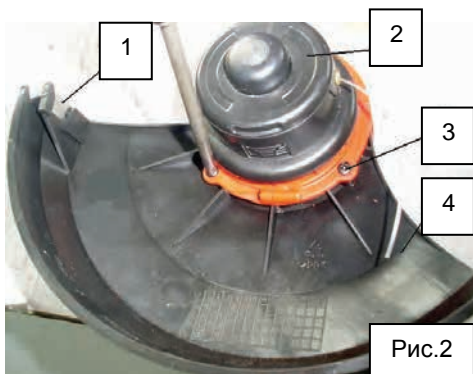

Рис.2
### **Установка защитного кожуха (Рис.2).**
Установите защитный кожух (4, рис.2) на корпус двигателя и закрепите при помощи самореза (3, рис.2).
**ВНИМАНИЕ!** Нож для отрезания лески (Рис.2,1), расположенный на защитном кожухе для травы, остро заточен. Необходимо избегать соприкосновений с этим ножом. Невыполнение этого правила может привести к тяжёлой травме.